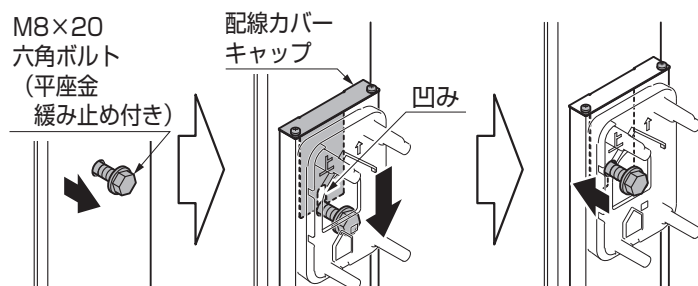

図3-3 ブラケットがある場合
- ⑥・ブラケットがある場合、カーポート柱の六角ボルトを緩め、配線カバーキャップの凹みをはさんで固定してください。（図3-3参照）